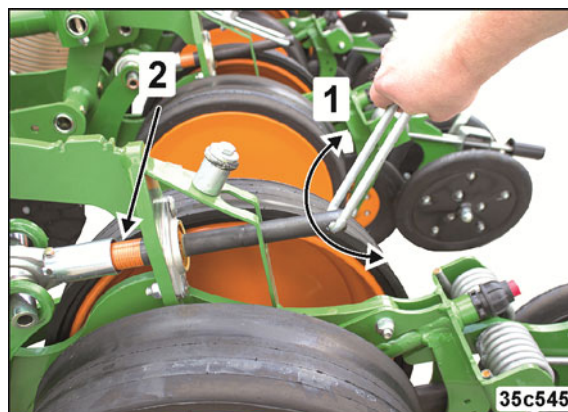

Fig. 175
2. Réglez la profondeur d'implantation souhaitée en tournant la broche (Fig. 175/2) à l'aide de l'étrier (Fig. 175/1).